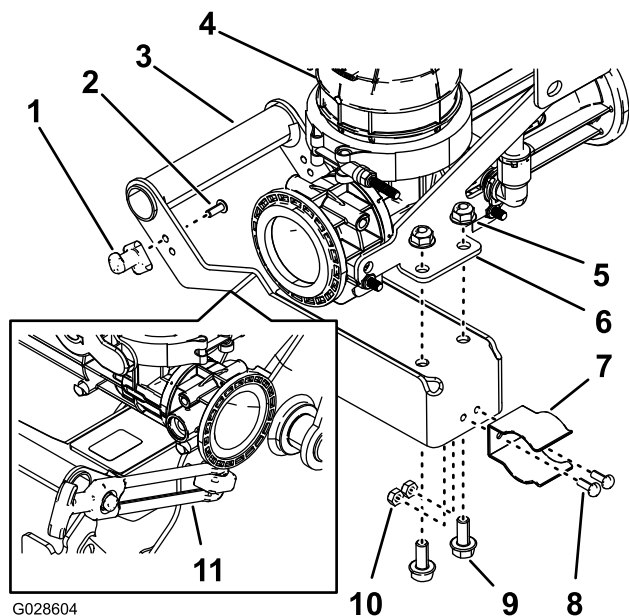

Рисунок 11
1. Присоедините стойку защелки к рукоятке эдуктора (Рисунок 11) с помощью двух винтов с внутренним шестигранником (№ 10-24 x 1/2 дюйма).
2. Установите пружинный хомут на рукоятку защелки (Рисунок 11) с помощью 2 болтов (№ 10-24 x 1/2 дюйма) и 2 контргайек (№ 10-24).
3. Установите рукоятку на монтажную пластину эдуктора (Рисунок 11) с помощью 2 болтов с фланцевыми головками (5/16 x 3/4 дюйма) и фланцевых контргайек (5/16 дюйма).